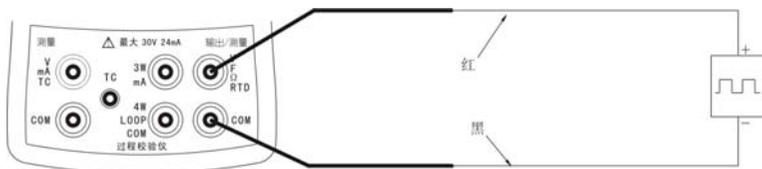

图 10 输出/测量端测量频率/脉冲计数
- (1) 按  选择测量模式。
- (2) 按  直至屏幕下方显示“Hz”测量。
- (3) 按照图 10 方式连接校验仪。
- (4) 屏幕下方将显示正确的测量值。
- (2) 按  直至屏幕下方显示“COUNT 0 SEC”。
- (3) 按  启动计数时，秒表同时启动，再按 ，计数停止，按 ，计数清零。
- (4) 按照图 10 方式连接校验仪。